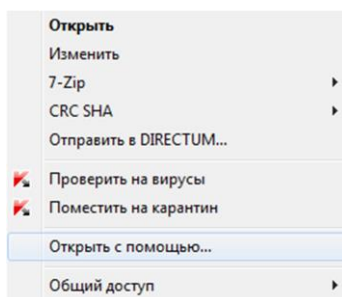
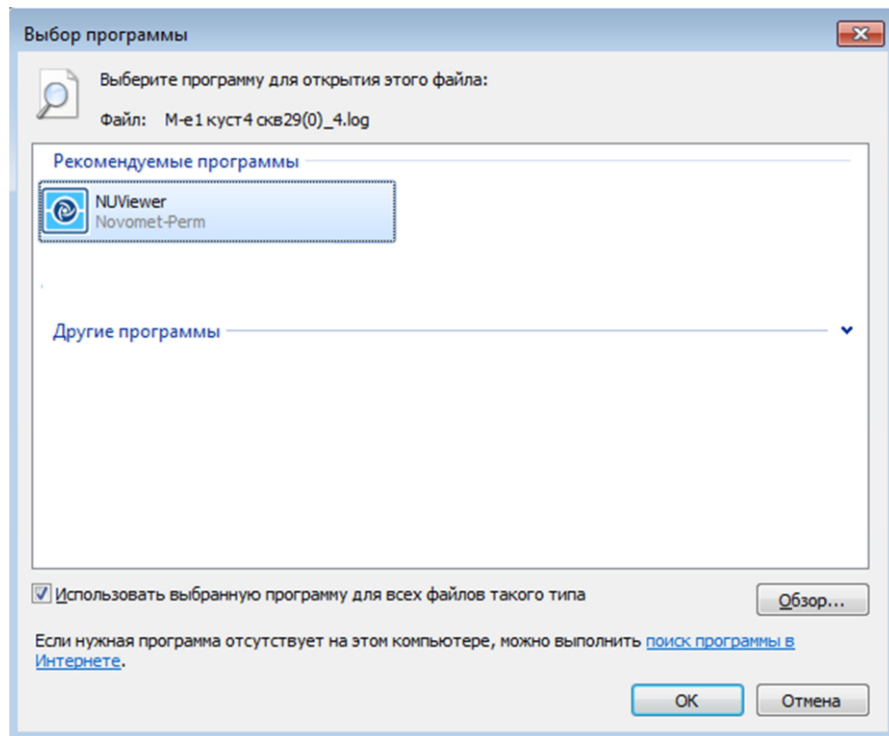

Рис.9. Контекстное меню
Рис.10. Выбор программы для открытия архива
2. Через средства операционной системы. Например, для ОС Windows 7 необходимо выбрать указанный архив и с помощью правой кнопки мыши вызвать контекстное меню и выбрать *Открыть с помощью* рис.9. Далее нажав кнопку *Обзор* выбрать путь исполняемого файла программы и поставить галочку *Использовать выбранную программу для всех файлов такого типа*, рис.10.